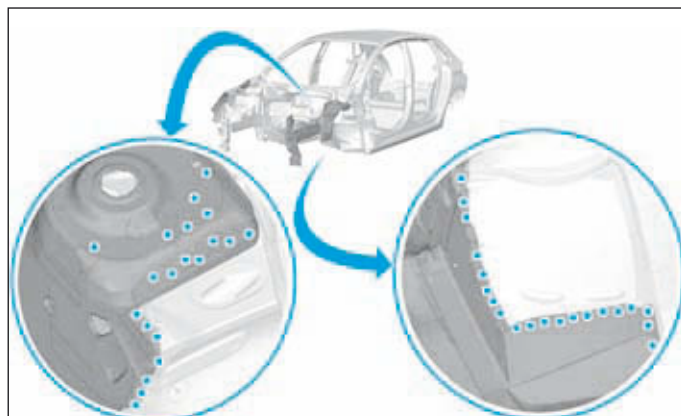
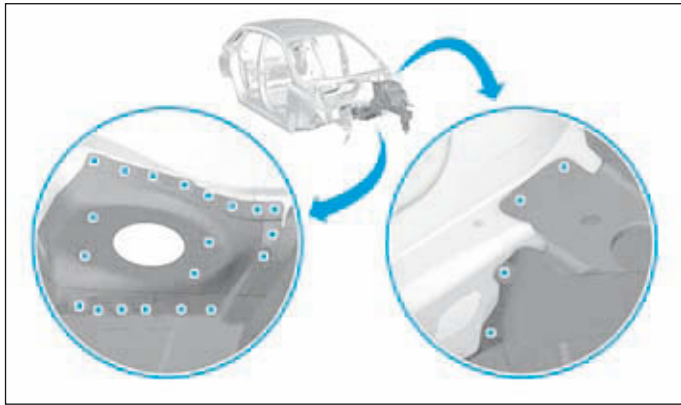

FIG.19
FIG.20
- Souder par points bouchons MAG puis meuler les points de soudure (Fig.19) et (Fig.20).